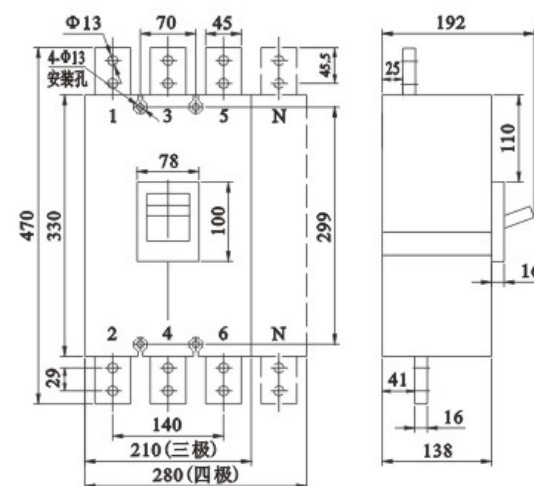

图12 NDM1-1250M断路器外形尺寸及安装尺寸
6.1 NDM1-63~1250板前接线外形及安装尺寸图7、图12和表9。